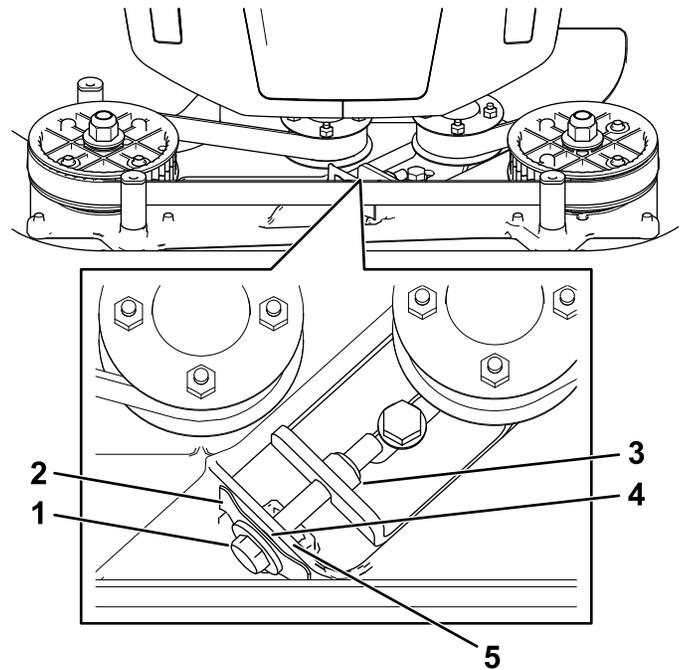

Figura 25
**Nota:** Si hay un espacio visible entre la galga y el muelle, apriete el perno de ajuste y la contratuerca hasta que el papel apenas pueda deslizarse libremente por el espacio (Figura 25).